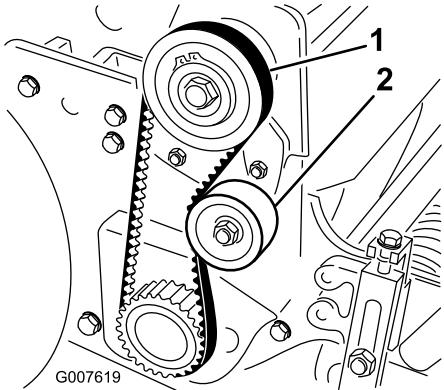

Рисунок 42
- Проверьте натяжение, приложив к ремню посередине между шкивами (Рисунок 42) усилие 18–22 Н. Отклонение ремня должно составлять 6 мм.
- Отпустите гайку крепления натяжного ролика и поджимайте натяжной ролик по часовой стрелке к обратной стороне ремня, пока не будет получено требуемое натяжение ремня (Рисунок 42).